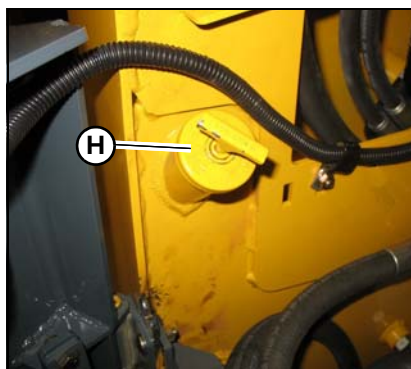

Figura 108 – Llenado del aceite hidráulico
- Si el nivel de aceite hidráulico es bajo, retire el tapón de llenado del depósito hidráulico (H, Figura 108), situado en la pared del compartimento del motor izquierdo.
4. Afloje lentamente el tapón de llenado del aceite hidráulico (H, Figura 108).
11. Retire el tapón de llenado del aceite hidráulico (H, Figura 108) y llene el depósito de aceite hidráulico al nivel de aceite adecuado (Y, Figura 107).